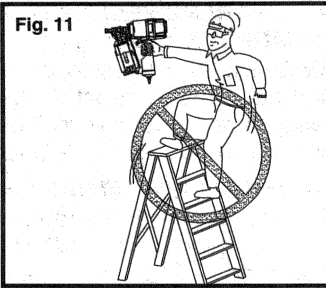

Fig. 11
18. NE VOUS PENCHEZ PAS. Maintenez constamment votre équilibre en gardant les deux pieds sur terre. Fig. 11.